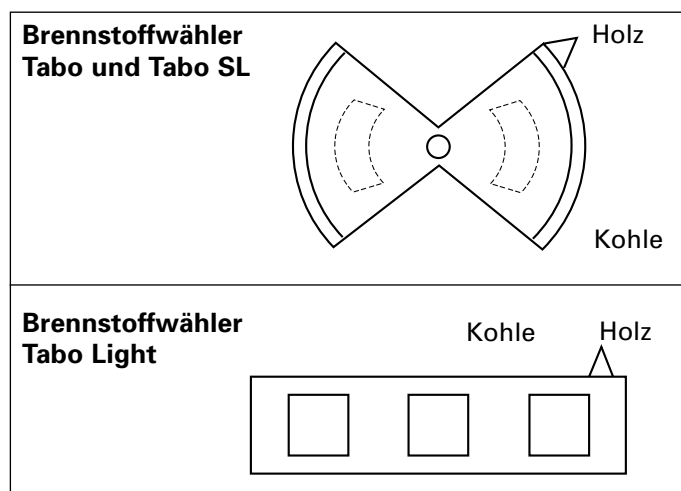

Abb. 15
- Brennstoffwähler auf Stellung Holz (siehe Abb. 15).
- Den Brennstoffwähler für das Heizen mit Braunkohlenbriketts ganz öffnen (»Stellung Kohle« siehe Abb. 15).